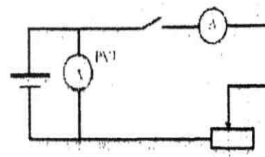

рис. 2
1. Составить электрическую цепь по схеме (рис. 2)